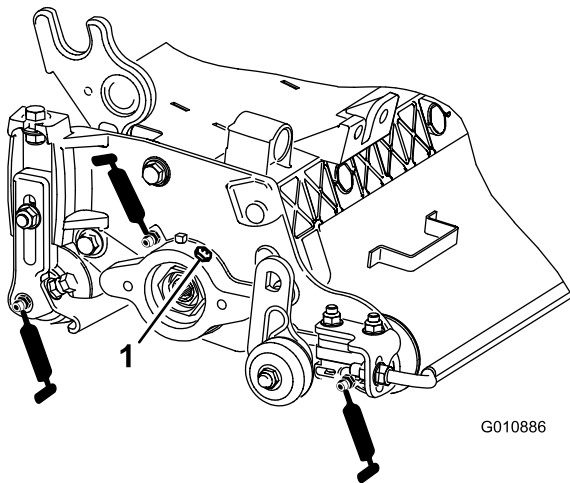

Bild 15
2. Tragen Sie Schmiermittel auf, bis sauberes Schmiermittel aus den Dichtungen der Rolle und dem Überdruckventil des Lagers austritt (Bild 15).